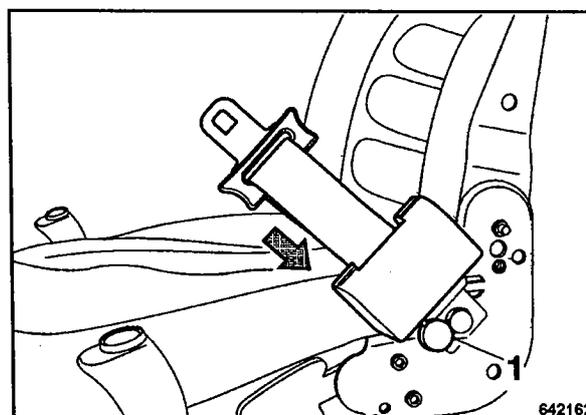

Fig. 34
- En el arrollador automático hay que presionar el botón 1 (Fig. 34) hasta el cinturón de seguridad se haya arrollado por completo.